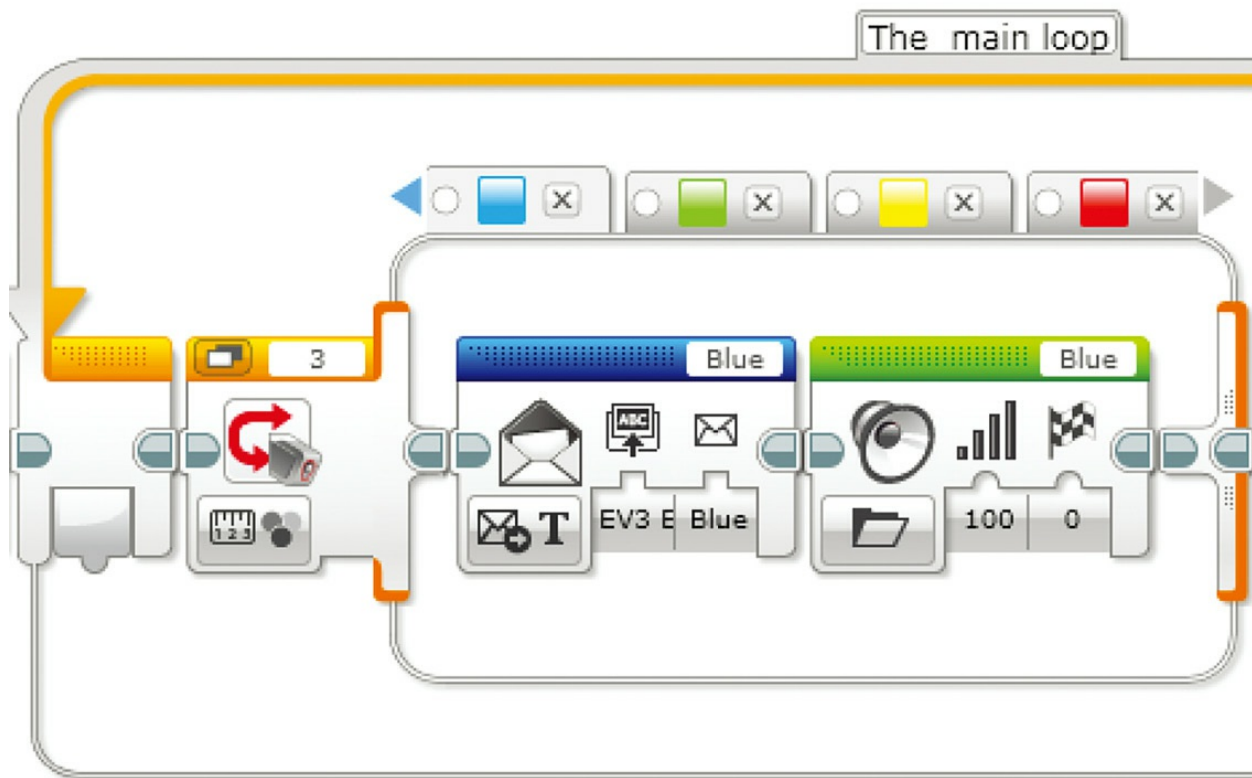

图11.42 还需命名接受程序块名称，以避免来自外界的干扰
3. 将模式调整为“发送——文本”。键入将要接收信息的EV3智能砖的名称，并通过发送信息来匹配颜色。举一个例子，图11.42展示了将信息调整为蓝色，以匹配针对蓝色的选择。